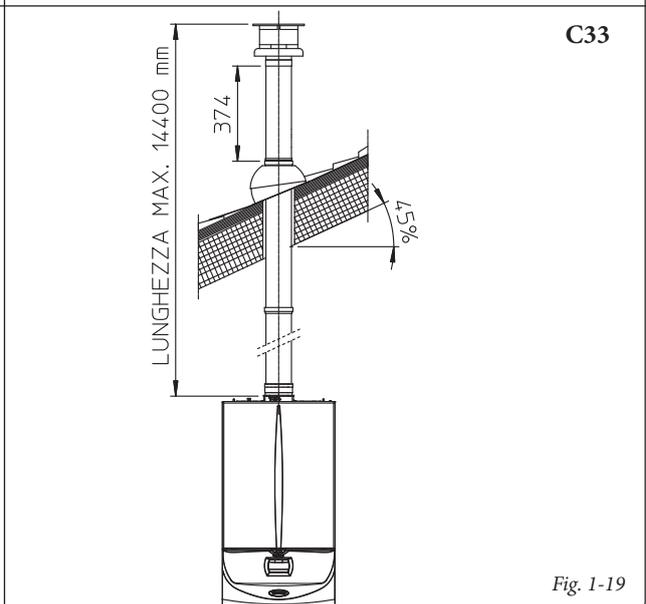

Fig. 1-19
N.B.: il kit verticale Ø 60/100 con tegola in alluminio consente l'installazione sulle terrazze e sui tetti con pendenza massima del 45% (24°) e l'altezza tra il cappello terminale e il semiguscio (374 mm) va sempre rispettata (Fig. 1-19).